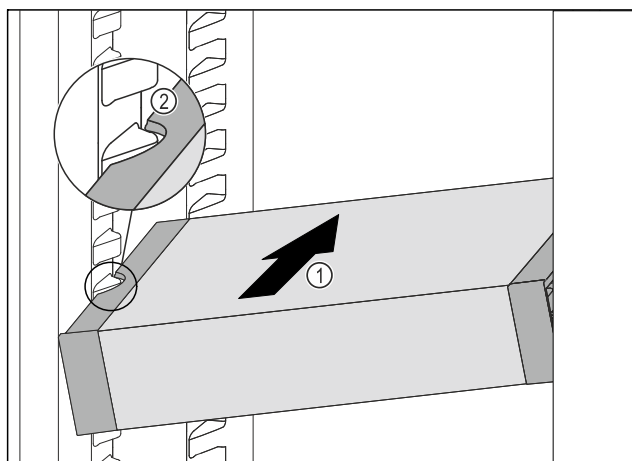

Fig. 83
- Skub VarioSafe skråt ind i kølesektionen, Fig. 83 (1) indtil udsparingerne i siden Fig. 83 (2) på VarioSafe er på niveau med beholderribben i kølesektionen.